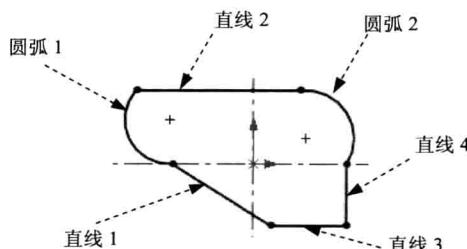

图 1.4 绘制的圆弧
(3) 绘制圆弧。选择下拉菜单 **工具(T)** → **草图绘制实体(S)** → **三点圆弧(3)** 命令，在图形区中绘制图 1.4 所示的圆弧。